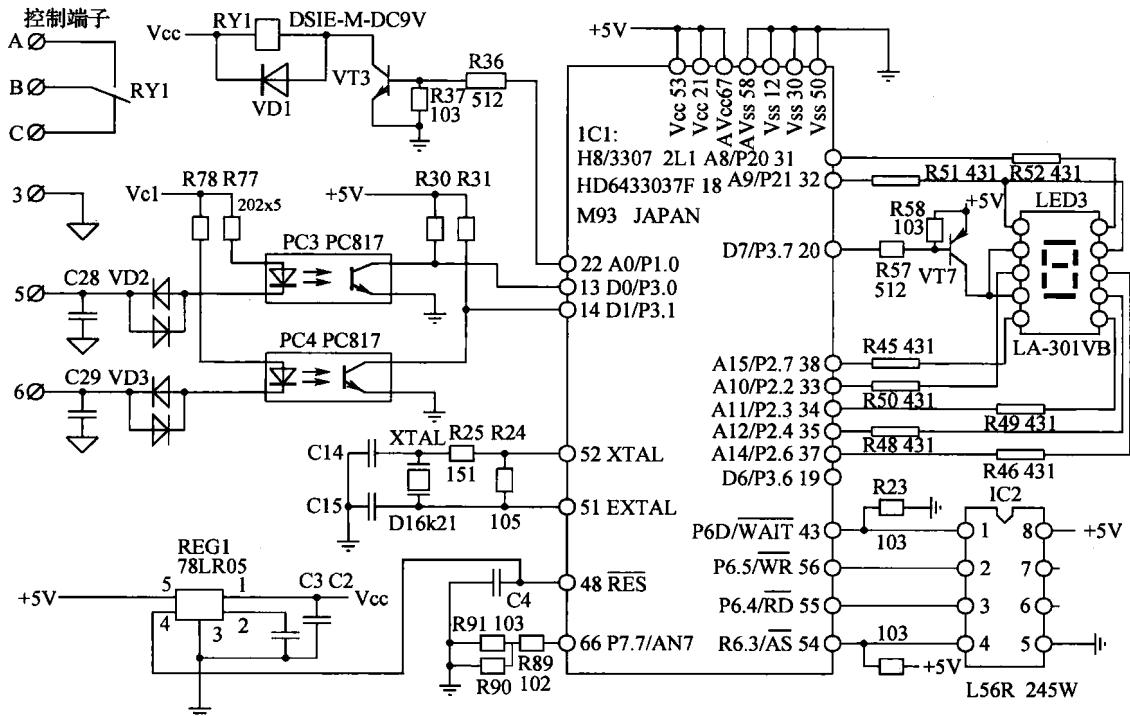

图 1-4 变频器的控制端子电路外围电路例图
(1) 变频器的控制端子电路外围电路例图（见图 1-4）
(2) 变频器开关电源电路元器件件及单元电路的命名
操作显示面板当然包括显示和操作两个部分，显示用 LED 数码管，而操作部分则是用按键来进行的。图 1-4 将按键电路从略了。